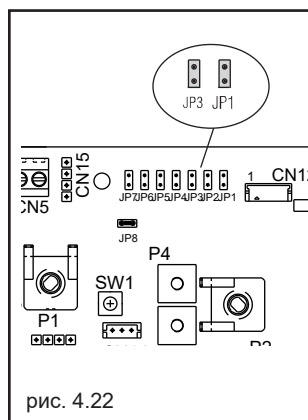

рис. 4.22
- установите перемычки JP1 и JP3 (рис. 4.22)